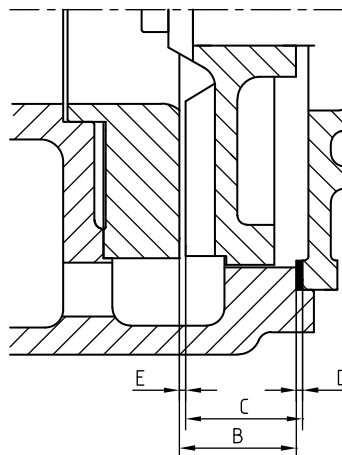

Рисунок 13: Измерение зазора между крыльчаткой и износной пластиной.
- 3 Измерьте расстояние B между износной пластиной и корпусом насоса, см. рисунок 13.
- 4 Измерьте расстояние C между крыльчаткой и промежуточной крышкой, см. рисунок 13.